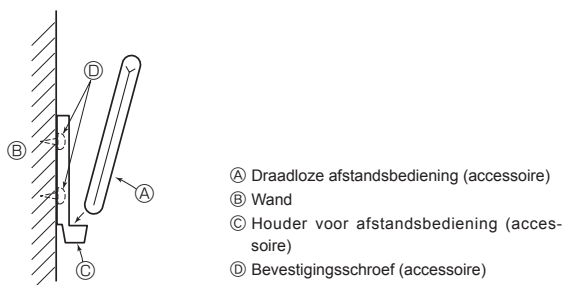

Fig. 7-5
7.3.1. Draadloze afstandsbediening (Fig. 7-5)